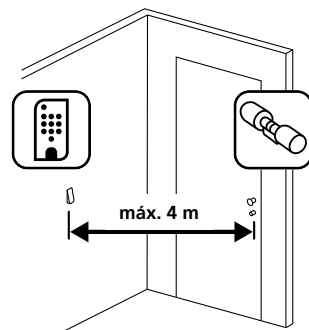

Fig. 1
- 1 Mantenga el teclado en la posición de montaje deseada (Fig. 1).